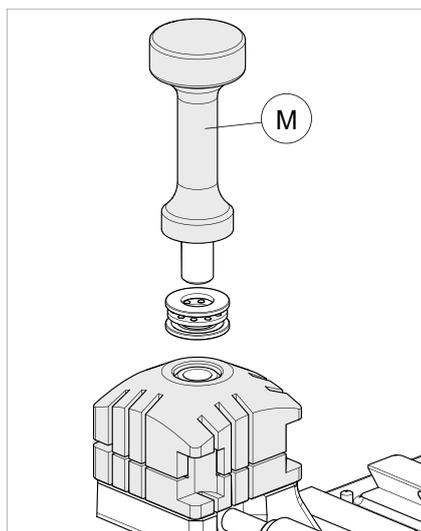

Fig. 41
- 2) Desaperte completamente o manípulo (M1) e remova-o junto com o conjunto do prato de engate (Fig. 41).